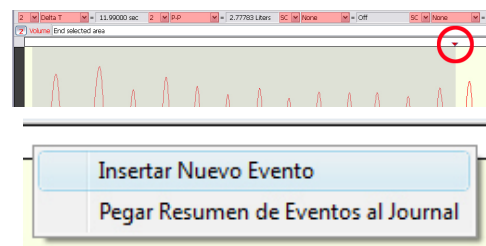

Fig. 13.27 Inserción de Marca de Evento
11. Colocar una marca de evento al final del área seleccionada (Fig. 13.27).